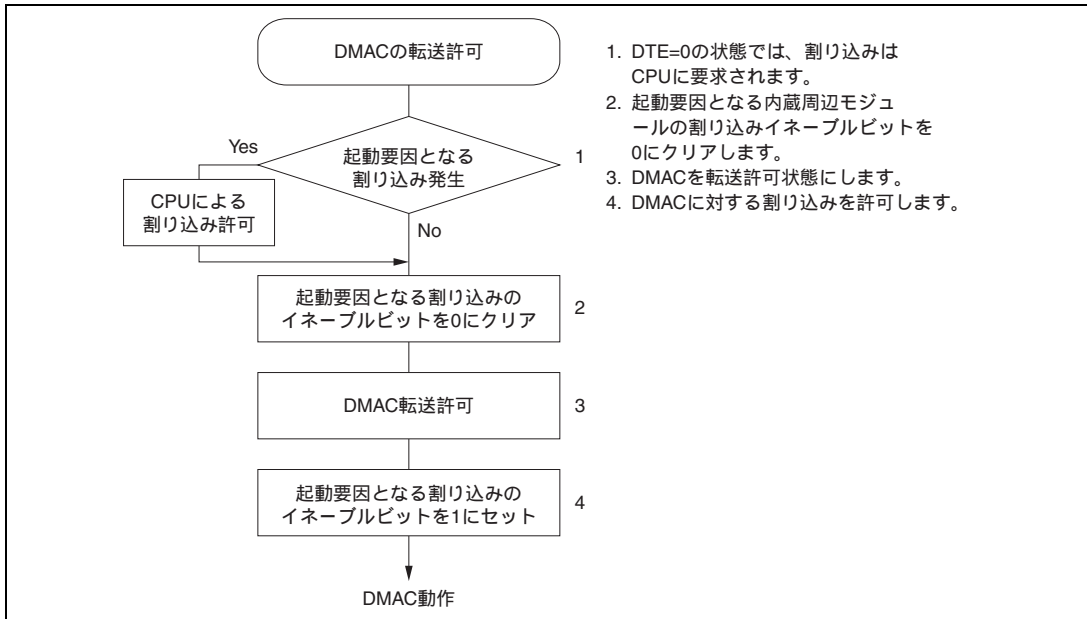

図 8.26 内蔵周辺モジュールが動作中に DMAC を転送許可状態にする場合の手順例
- (1) 内部割り込みで DMAC を起動する場合、起動要因を選択してから DMAC を転送許可状態にするまでの期間に選択した起動要因が発生しないようにしてください。すなわち、DMAC を転送許可状態にした後、起動要因となる内蔵周辺モジュールを動作させてください。内蔵周辺モジュールの動作中に DMAC を許可状態にする場合、図8.26の手順で行ってください。
なお、DTE = 1なおかつDTME = 0の状態では、DMACは停止状態であり、またCPUにも起動要因となる割り込みは要求されません。例えば、NMI割り込みにより、DMACを停止状態にした場合は、起動要因となる割り込みはCPUには要求されません。このとき、DMAC動作を打ち切る場合には、DTEビットを0にクリアし、CPUに割り込みを要求させてください。DMAC動作を継続する場合には、DTMEビットを1にセットする前後で、図8.26 の2、4の操作を行ってください。